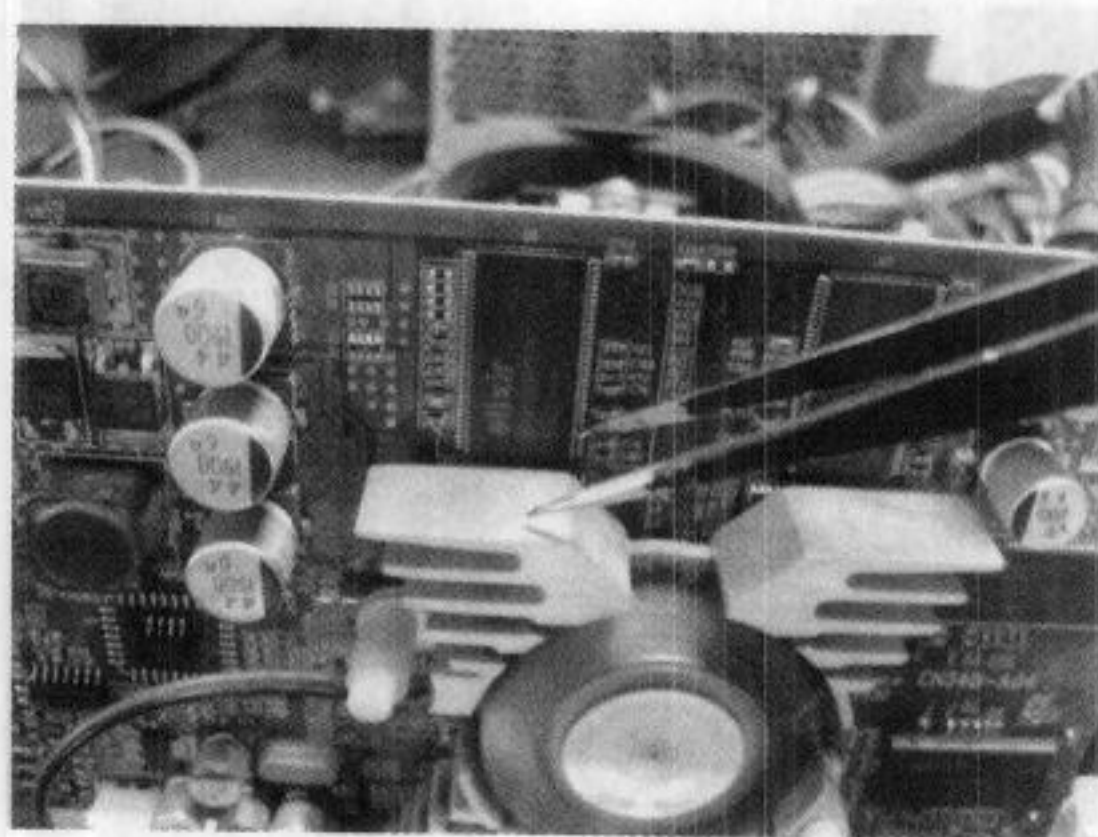

图 5-55 短接显存
(2) 根据 5200 显卡的显存排列图, 找出大概位置在上面一排显存的左边, 然后使用短接法, 人为制造错误数据位 (短接 5、6 脚), 如图 5-55 所示。